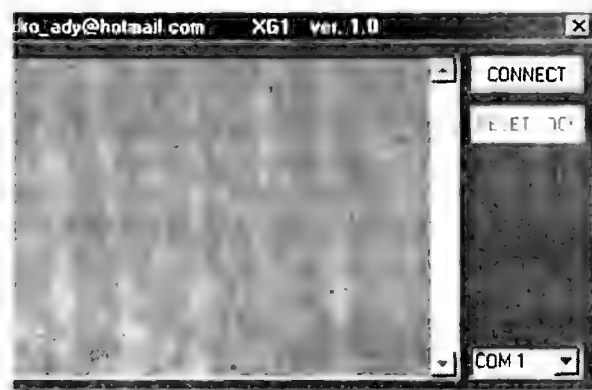

Рис. 4.21
- программа разблокировки телефона LG B1200 (ALCATEL XG1) — см. рис. 4.21;